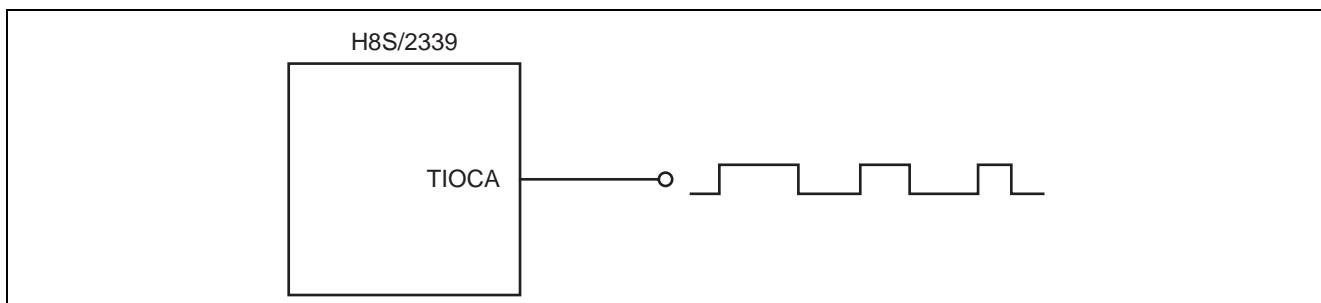

図 1 TPU のバッファ動作による PWM 波形の出力例
- 図 1 に示すように、パルスの High 幅および Low 幅を変化させた PWM 波形を出力します。